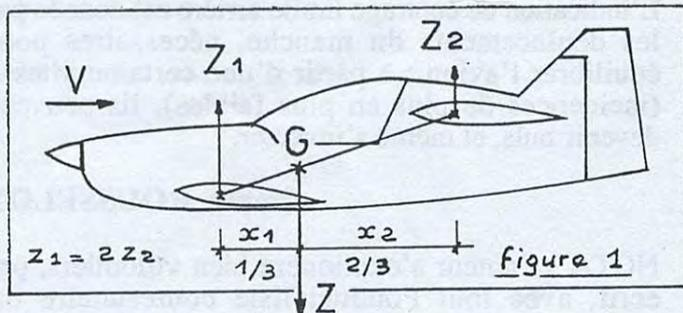

Figure 1 :
Lorsqu'un avion est en équilibre, figure 1
- Supposons que la configuration de l'appareil de la figure 1 fasse que la déflexion subie par l'aile arrière réduise de moitié l'effet d'une perturbation.
Avec ce rapport x_1/x_2 , l'aile avant porte plus, et l'aile arrière moins, que sur la figure 1.